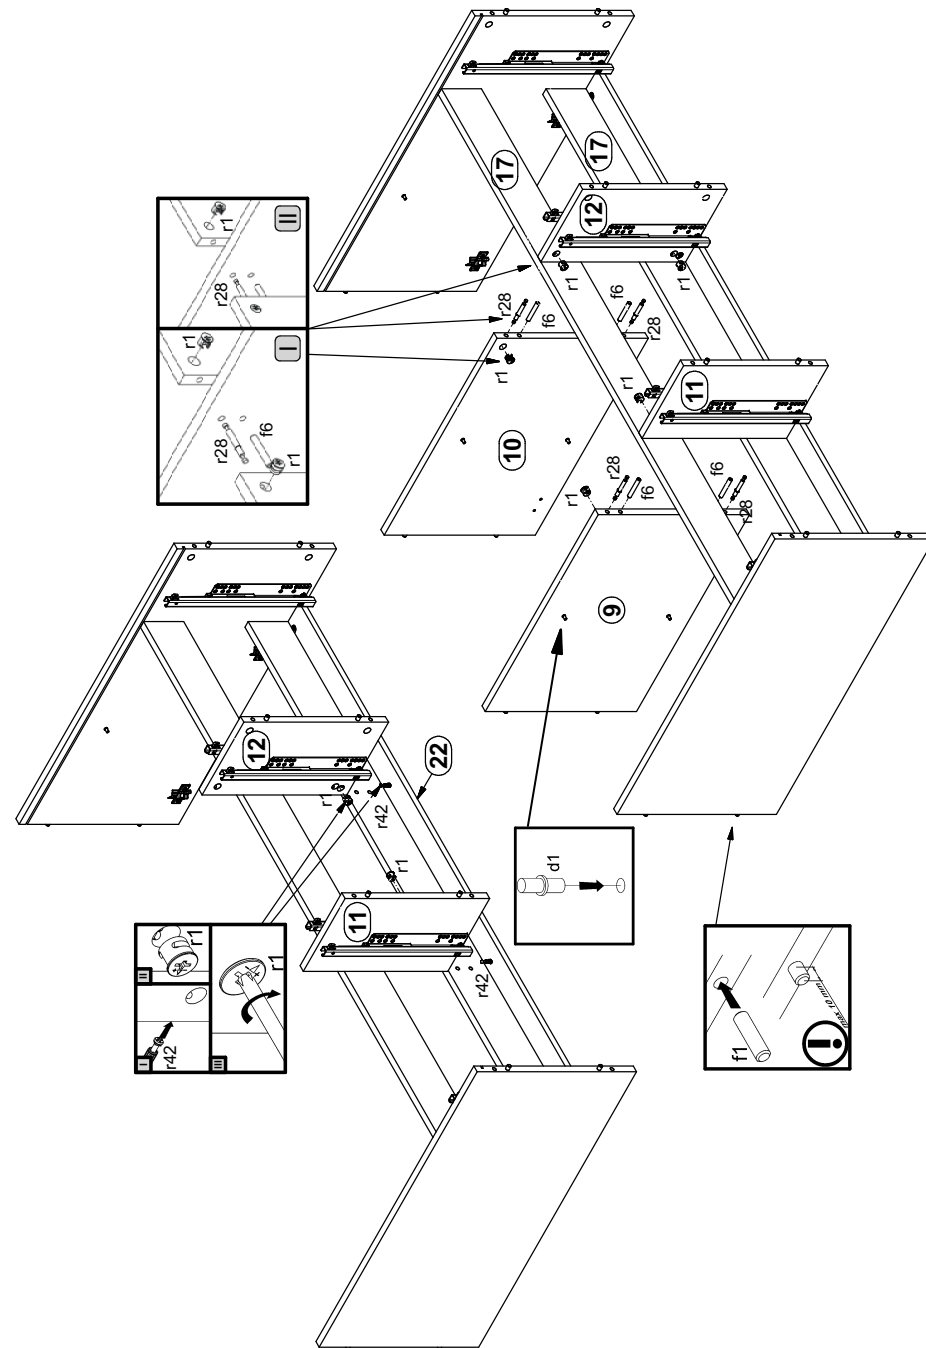

Рисунок 3
2. В отверстия $\varnothing 8$ мм на верхних и нижних кромках стенок боковых **7, 8 (см. рис. 2)**, на верхних кромках стенок средних **11,12 (см. рис. 2)**, на боковых кромках цоколей **17**, планки декоративной **22 (см. рис. 2)**, на нижних кромках стенок средних **9, 10 (см. рис. 3)** вбить деревянные шканты **f1**.
7. В отверстия $\varnothing 5$ мм на внутренних поверхностях стенок **7, 8 (см. рис. 2)**, стенок **9, 10 (см. рис. 3)**, установить полкодержатели **d1**
11. Присоединить стенки **11,12** к планке **22** и затянуть стяжки эксцентрикковые **r1**, пользуясь отверткой **(см. рис. 3)**. Стяжки эксцентрикковые **r1** закрыть заглушками **s2**.
12. Соединить детали **9,10,11,12** с помощью шкантов **f6** и затянуть стяжки эксцентрикковые **r1**, пользуясь отверткой **(см. рис. 3)**.